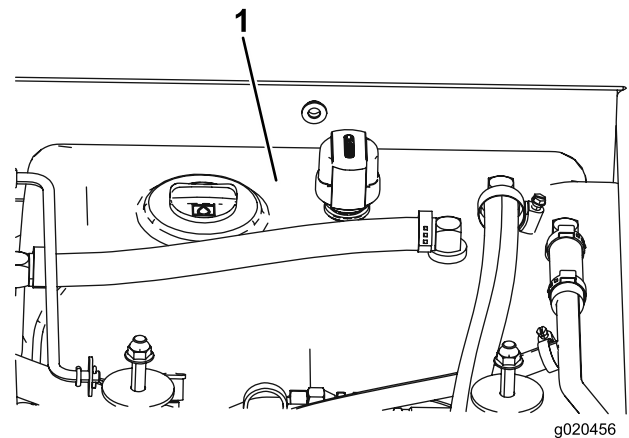

Figura 75
4. Llene el depósito (Figura 75) con fluido hidráulico; consulte Comprobación del fluido hidráulico \(página 58\).